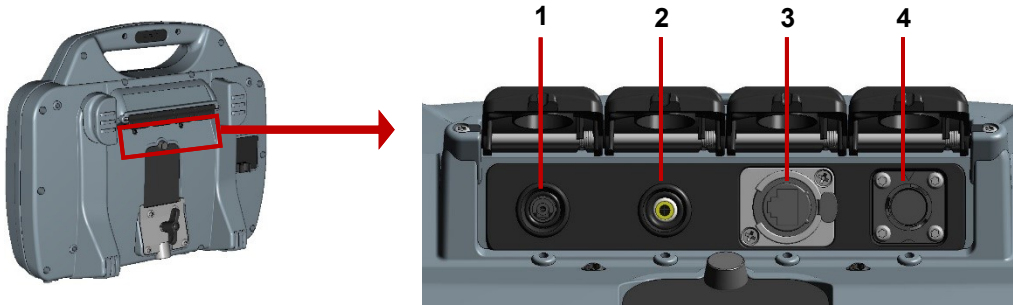

Fig. 3-4: Hoofdaansluitingspaneel
- b. Sluit de duwkabelhaspel aan op de controller met behulp van de verbindingenkabel (item 4 in Fig. 3-4).
3. Sluit de kabeltrommel aan op de controller met behulp van de verbindingenkabel (punt 4 in Fig. 3-4).